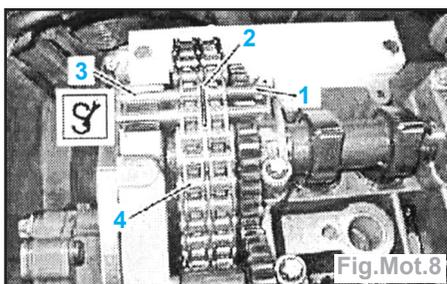

Fig.Mot.8
- insérer le maillon neuf (1) et la plaquette centrale neuve (2), à l'aide de la fourche de centrage (3) dans les extrémités de la chaîne de distribution neuve (4). Maintenir la plaquette centrale (2) à l'aide du maillon neuf (1) (Fig.Mot.8),